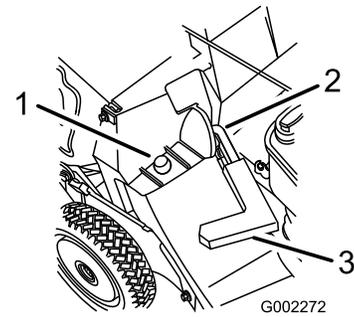

Figure 22
2. Vérifiez que la poignée du volet d'éjection est complètement abaissée vers l'avant et que l'ergot est bien engagé dans son logement (Figure 22).
3. Accrochez le cadre du bac par le trou sur l'ergot de retenue situé sur l'éjecteur (Figure 22).
2. Soulevez la poignée du volet d'éjection et poussez-la vers l'avant jusqu'à ce que l'ergot de verrouillage s'engage dans le logement (Figure 22).